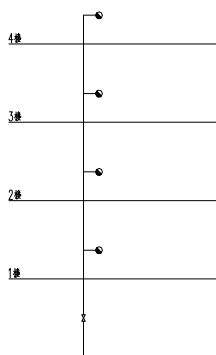

图 8-118 打开素材
**01** 按 Ctrl+O 组合键，打开配套光盘提供的“第 8 章/8.5.13 连注标高.dwg”素材文件，结果如图 8-118 所示。